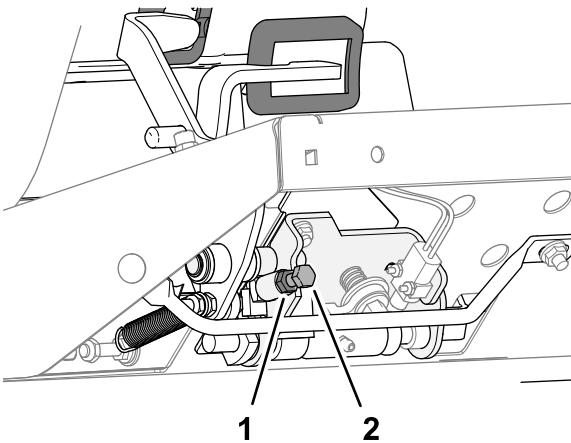

Figura 86
- Para reducir la velocidad de siega, gire el tornillo de tope de velocidad (Figura 86) en sentido horario.